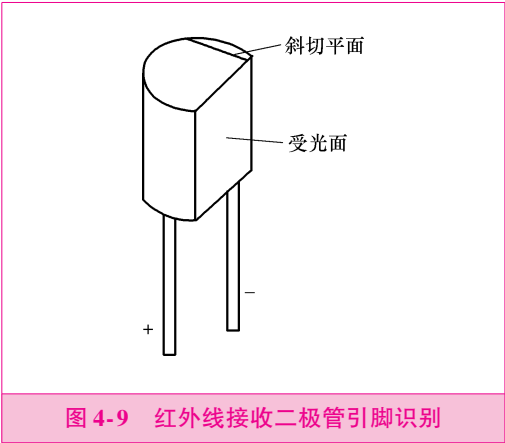

图 4-9 红外线接收二极管引脚识别
4) 红外线遥控器在家用电器和工业控制系统中已得到广泛应用。常见的红外线接收二极管外观颜色呈黑色。识别引脚时，面对受光视窗，从左至右，分别为正极和负极。另外，在红外线接收二极管的管体顶端有一个小斜切平面，通常带此斜切平面一端的引脚为负极，另一端为正极，如图 4-9 所示。